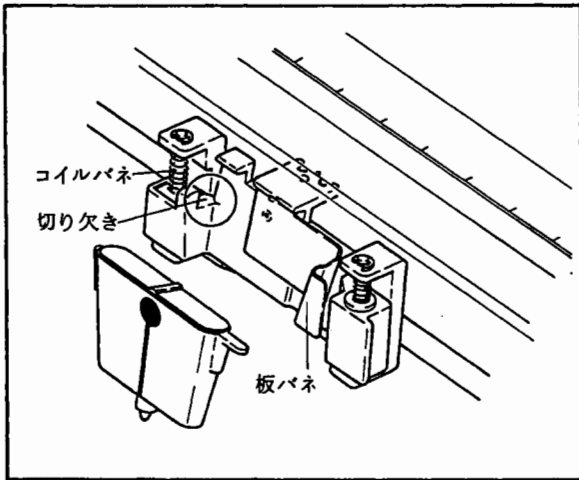

図 3.2
(2) フェルトペンのペンキャップをはずし、図 3.2 に示すように、色線が外側に向くようにします。